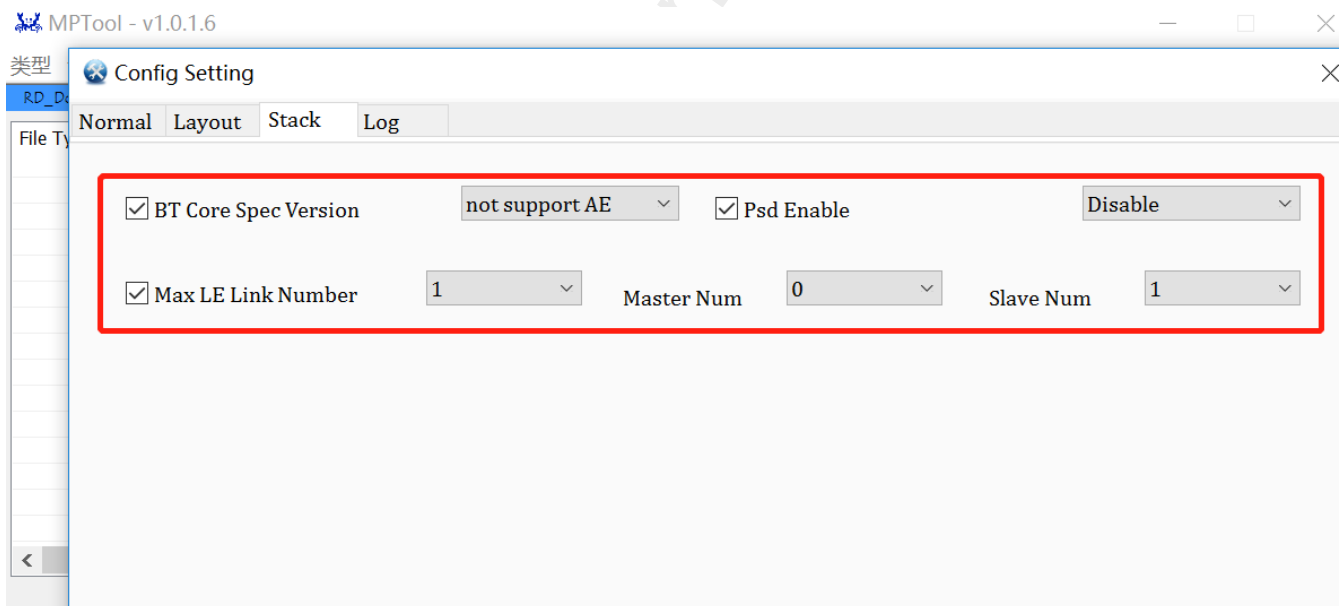

图 3-4 修改 config 参数以增大 APP 可用 RAM 的总大小
- 1) 设置蓝牙支持的最大链路数目为 1，以及关闭 AE 和 PSD 功能：通过 MPTool 中 Config Set 选项中的“stack”页面修改如图 3-4 配置可增加 5KB Data RAM Heap 和 1.5KB Buffer RAM Heap。因此，APP 开发可使用的 RAM 总大小增大到 35（Data RAM Global）+ 24（Data RAM Heap）+ 6（Buffer RAM Heap）+ 16（Cache share ram）= 81KB。